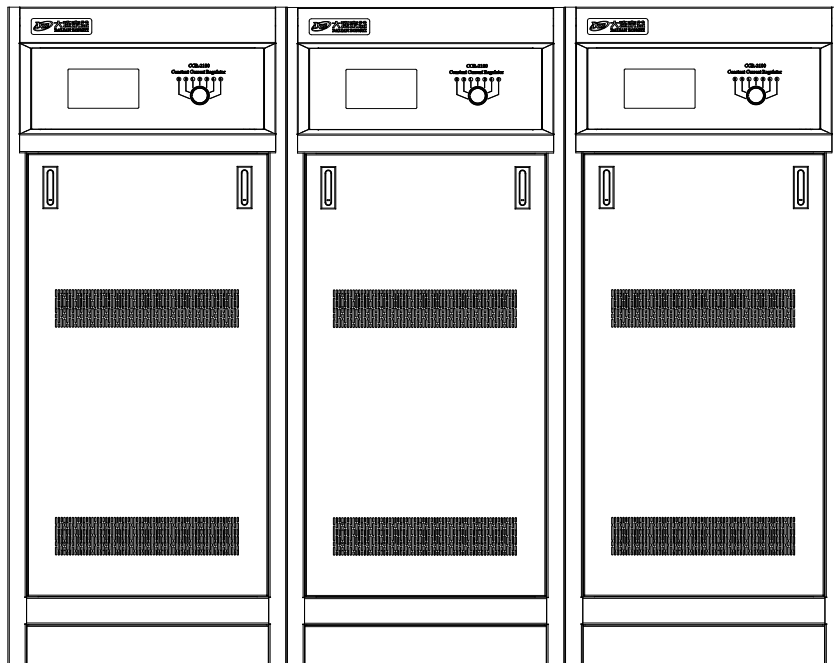

图 4-2 调光器之间的间距
- 设备之间可以并柜使用或者留一定的间隙利于散热。（如图 4-2）。